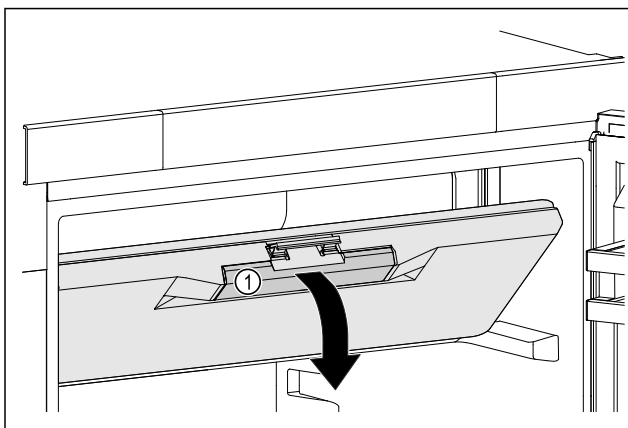

Fig. 47
- ▶ Возьмитесь за утепленную ручку Fig. 47 (1) на двери морозильного отделения.